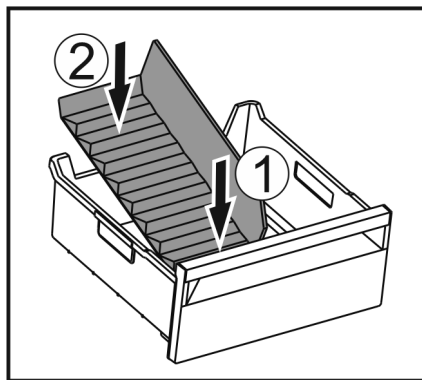

Fig. 71
- ▶ Vložte přední část přepážky přihrádky na led. Fig. 71 (1)
- ▶ Zadní část přepážky přihrádky na led spustte až na dno zásuvky. Fig. 71 (2)